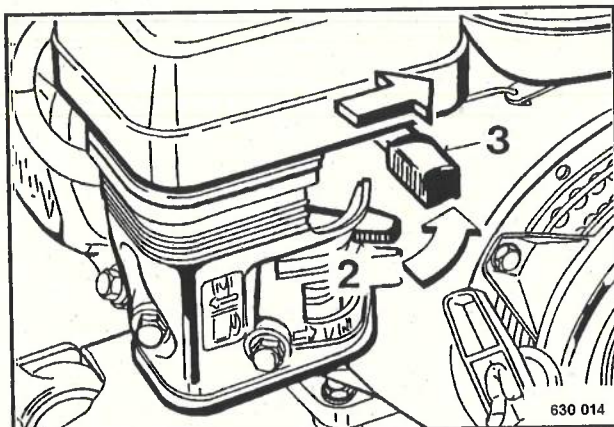

Fig. 5
- Durante el tiempo que se calienta el motor abrir poco a poco la palanca 2 (Fig. 5) de la palomilla de arranque, volver a colocar la palanca de aceleración (3) en la posición de marcha al vacío.
Durante pausas cortas la palanca de aceleración 3 (Fig. 5) incondicionalmente debe colocarse en posición de marcha al vacío, así se evita la fricción del embrague centrífugo.